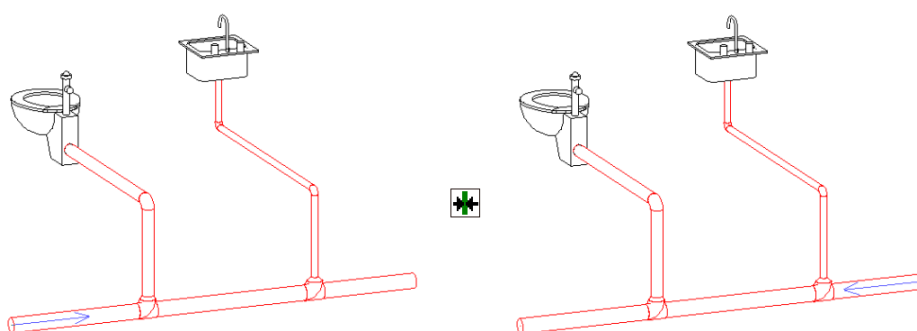

Рисунок 4.12. Задание опорного конца уклона при наличии нескольких ветвей на одной отметке
4. Для задания опорного конца уклона (рис. 4.12) нажмите кнопку  Контрольная точка уклона.